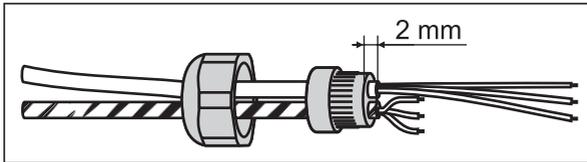

Fig. 4: Étapes de montage 2 et 3 :
3. Faites passer le câble de raccordement de l'émetteur-récepteur et le câble de raccordement du logger par la garniture d'étanchéité (Fig. 4).
Les gaines de câble des deux câbles de raccordement doivent respectivement dépasser de 2 mm de la garniture d'étanchéité (Fig. 4).